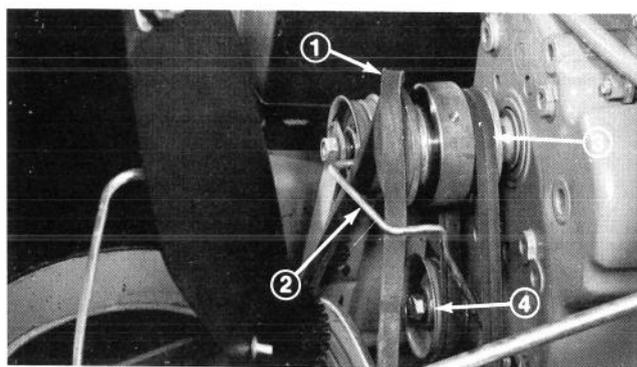

Figure 34
4. Enlevez la ou les courroie(s) défectueuse(s), puis installez la ou les nouvelles. Assurez-vous que la courroie de tarière est installée à l'intérieur du guide-courroie (Fig. 34). La courroie de commande de traction doit être installée contre le côté intérieur de la poulie de renvoi (Fig. 34).
8. Débranchez le câble à haute tension de la bougie et enlevez la garde de la courroie. Desserrez la vis à tête et l'écrou de fixation de la poulie de renvoi et glissez la poulie un peu plus contre la courroie (Fig. 34). Vous poussez la poulie que suffisamment pour éliminer le jeu dans la courroie, afin que la courroie ne se trouve pas ensuite trop tendue.